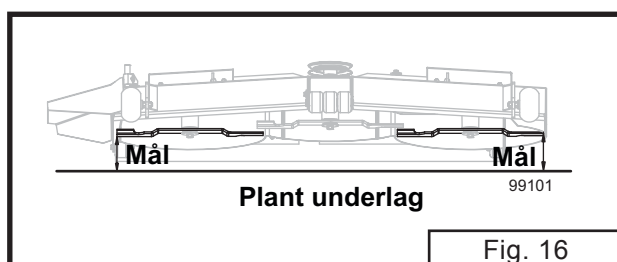

Fig. 16
(Se fig. 16 og 17)
3. Placer venstre knivblad, så det står på tværs af køreretningen og mål afstanden fra den yderste knivspids ned til gulvet (se fig. 16).